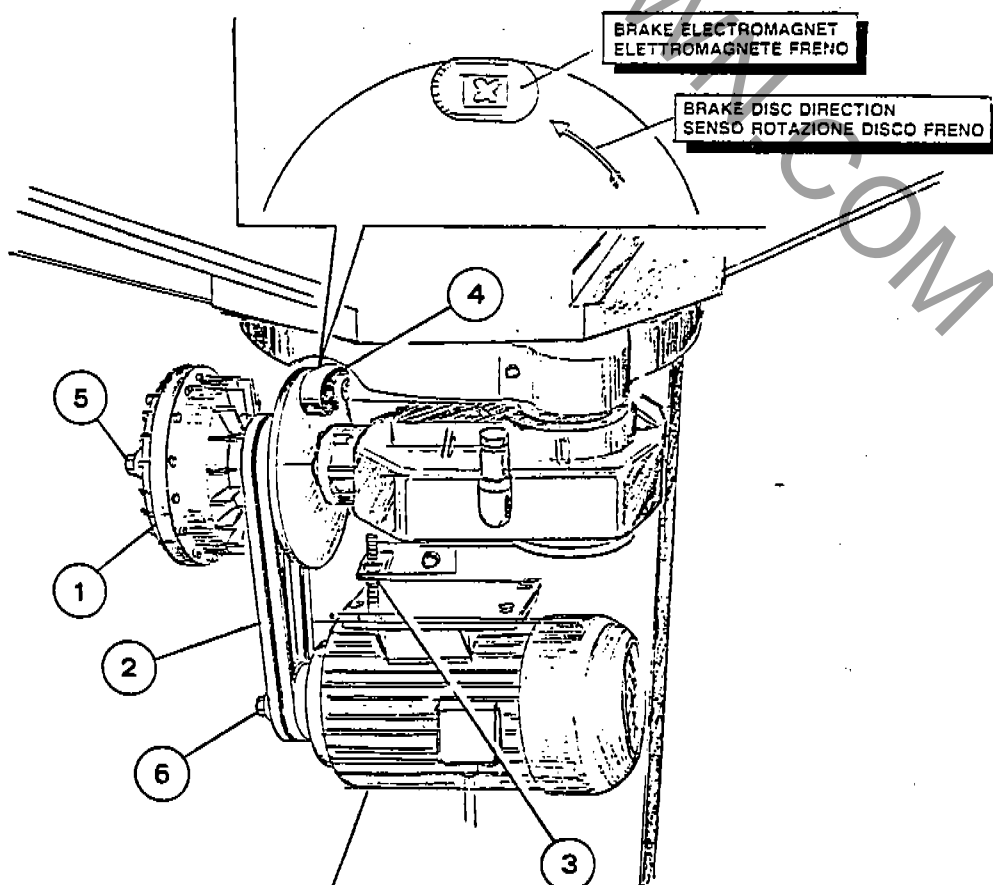

Fig. 9
3.3 - Driving gear (Fig. 9)
- The start-up ramp can be varied by increasing or decreasing the amount of oil within the hydraulic coupling (1). By adding oil the start-up time decreases; by draining oil the start-up time increases.
3.3 - Trasmissione (Fig. 9)
- La rampa di partenza si può variare aumentando o diminuendo la quantità d'olio all'interno del giunto idraulico (1): aggiungendo olio il tempo di avviamento diminuisce; togliendone, il tempo di avviamento aumenta.
NOTE: Replace the brake pad before it is worn and damage may result to the disk. When installing the pad pay attention that the disk, when spinning, first meets the pad section fitted with the lining. Refer to the detail shown in figure 9.
Once in a while check the pulleys for alignment. Check bolts (5 and 6-Fig. 9) if necessary.
Controllare di tanto in tanto l'allineamento delle pulegge. Eventualmente controllare i bulloni (5 e 6-Fig. 9).